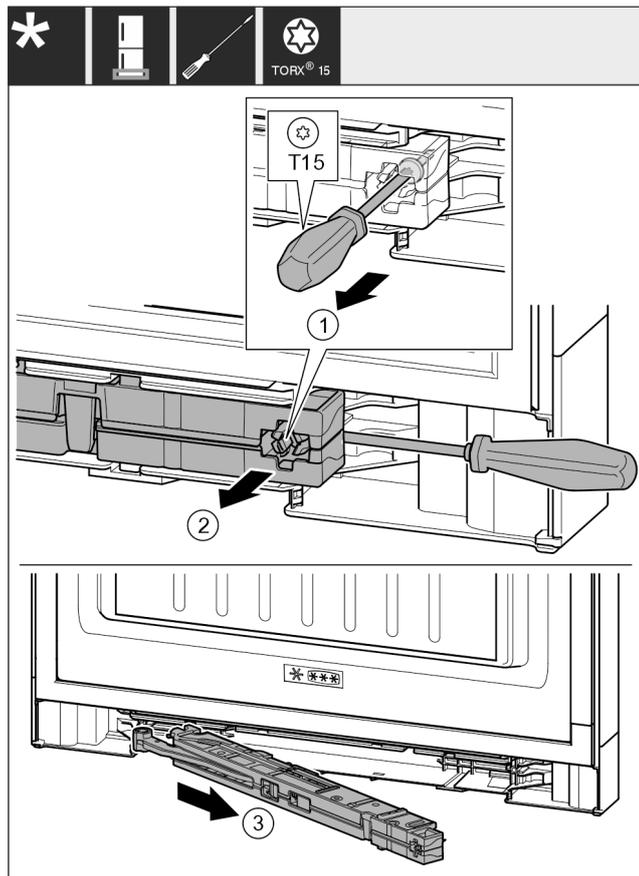

Fig. 17
- ▶ Odvijačem T15 otpustite vijak na jedinici prigušivača zatvaranja oko 14 mm. Fig. 17 (1)
- ▶ Odvijač gurnite na strani prijanjanja iza jedinice prigušivača zatvaranja. Okrenite jedinicu prema naprijed. Fig. 17 (2)
- ▶ Izvucite jedinicu. Fig. 17 (3)